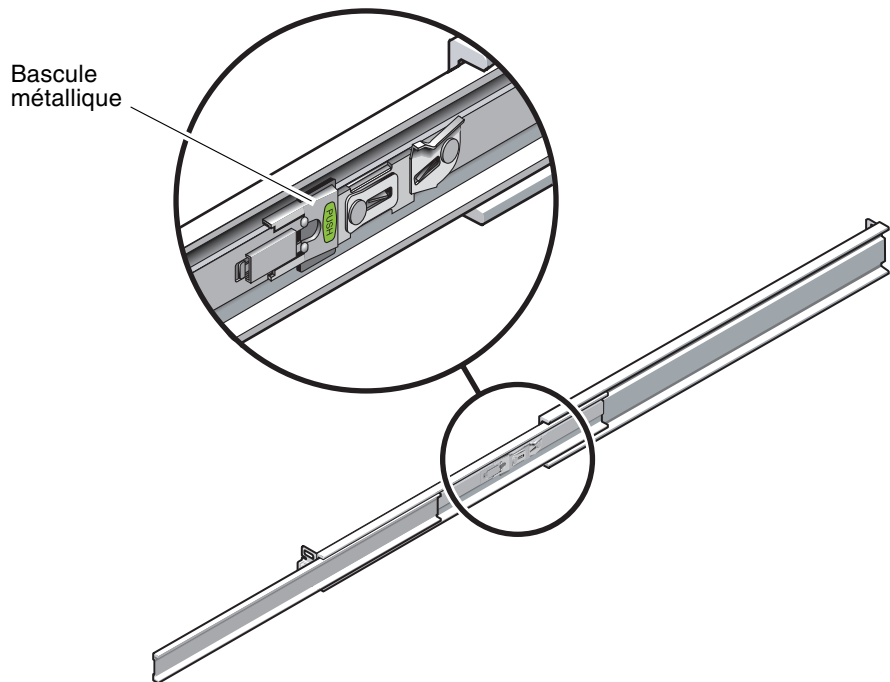

FIGURE 2-16 Déverrouillage de la section centrale d'un rail coulissant
- d. Appuyez sur la bascule métallique (étiquetée Push) sur la section centrale (FIGURE 2-16) du rail coulissant puis repoussez la section centrale dans le rack.